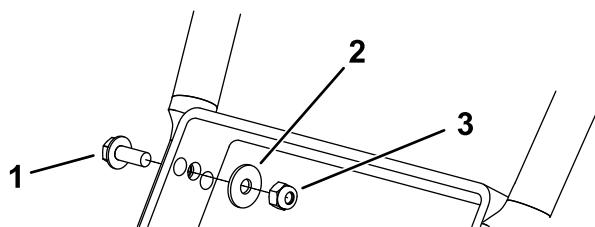

Figure 7
**Remarque:** Utilisez le trou avant pour la position la plus élevée et le trou arrière pour la position la plus basse. Insérez les boulons en plaçant la tête à l'extérieur, comme montré à la Figure 7.